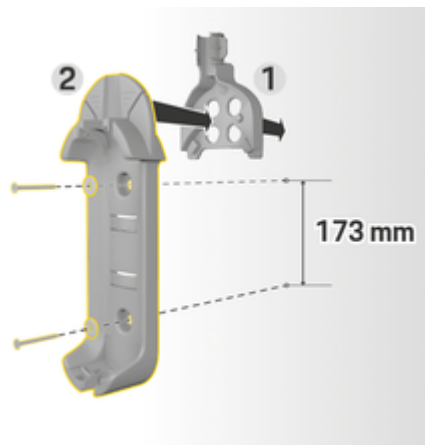

図. 227 ドリル寸法
3. ウォールマウントベース 2 (図. 227) を前からケーブルガイド 1 (図. 227) に押し込みます。